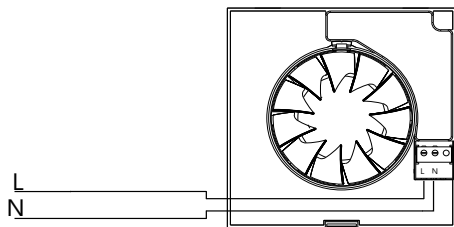

Fig.9
**Вариант 1:** Автоматическая работа (Рис.9/Fig.9). Вентилятор включается автоматически, если уровень относительной влажности в помещении становится выше заданного значения. Вентилятор выключится также автоматически, когда уровень относительной влажности упадет ниже заданного значения и по прошествии времени заданного на таймере задержки выключения.
**Вариант 1:** Автоматическая работа (Рис.9/Fig.9). Вентилятор включается автоматически, если уровень относительной влажности в помещении становится выше заданного значения. Вентилятор выключится также автоматически, когда уровень относительной влажности упадет ниже заданного значения и по прошествии времени определенного таймером задержки выключения.
Для подключения вентилятора к сети электропитания используйте схему (Рис.9/Fig.9).